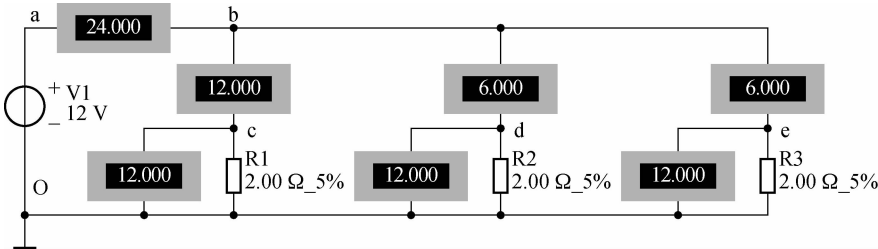

图 2-39 验证基尔霍夫电流定律仿真电路
- (1)打开 Multisim 10 仿真软件,建立如图 2-39 所示的实验电路。